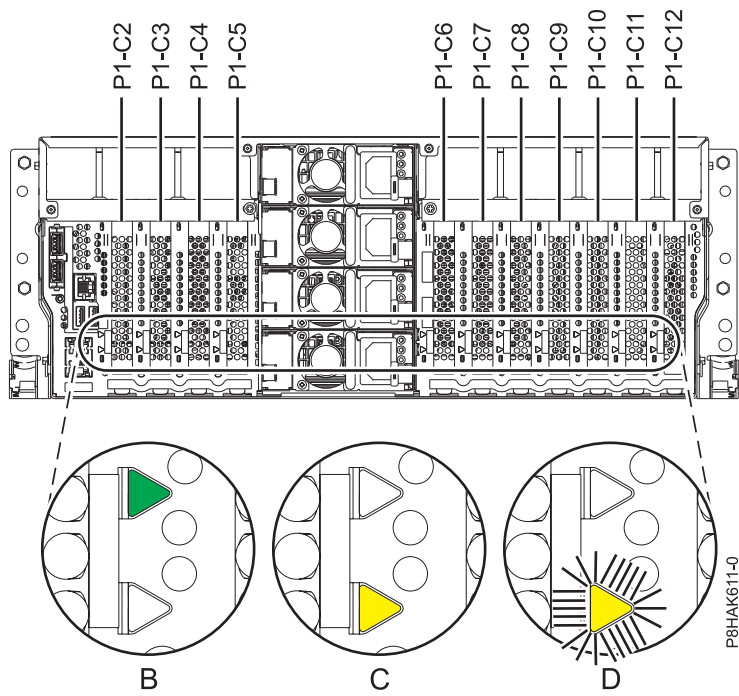
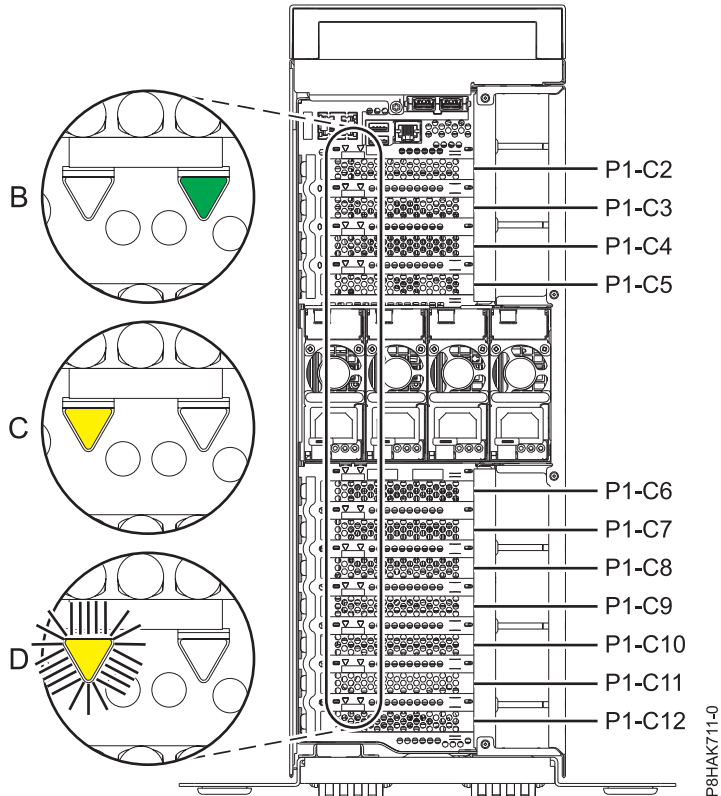

Abbildung 46. Positionen der PCIe-Adaptersteckplätze und Positionen der LEDs in einem Einschubsystem
Abbildung 47. Positionen der PCIe-Adaptersteckplätze und LEDs in einem eigenständiges System vom Typ 8286-41A
1. In Machen Sie sich mit den Positionen der PCIe-Adaptersteckplätze und den Serviceanzeigen für den zu wartenden PCIe-Adapter vertraut. Die PCIe-Adapter werden an der Rückseite des Systems installiert. In Abb. 46 auf Seite 53 und Abb. 47 auf Seite 53 werden die Positionen der PCIe-Adapter in einem System und die Positionen der LEDs des PCIe-Adapters angezeigt.